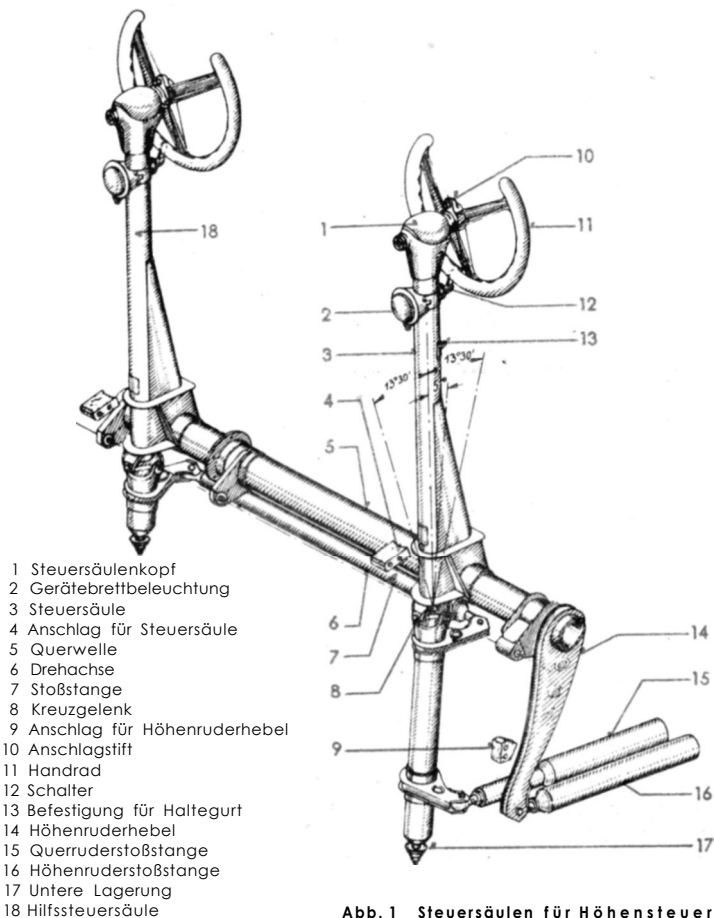

Abb. 1 Steuersäulen für Höhensteuerung
Das Steuerorgan für die Höhensteuerung ist die Steuersäule (Abb. 1) (3) mit Handrad (11). Die Hilfssteuersäule (18) ist für den Bordwart (2. Flugzeugführer) vorgesehen.